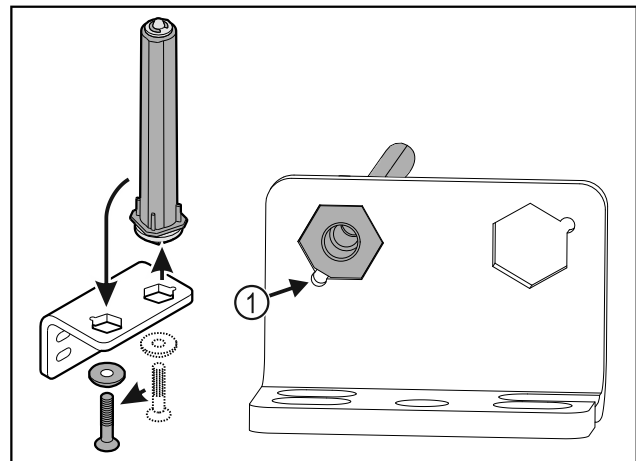

Fig. 36
- Lors de l'insertion de l'axe, veiller à ce que son chanfrein Fig. 36 (1) soit du côté du trou rond.